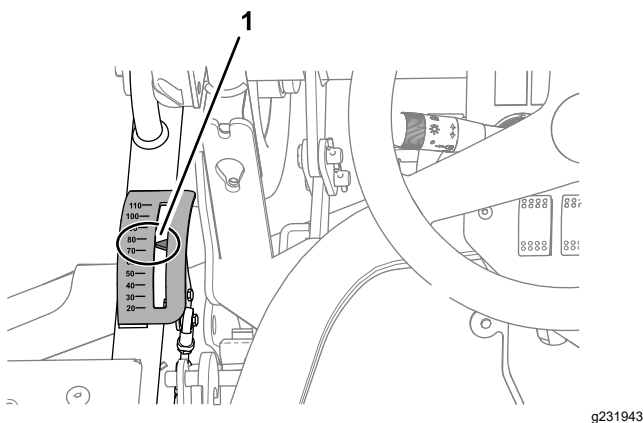

Figura 121
1. Reglai înălțimea de tăiere în poziia de 75 mm (Figura 121).